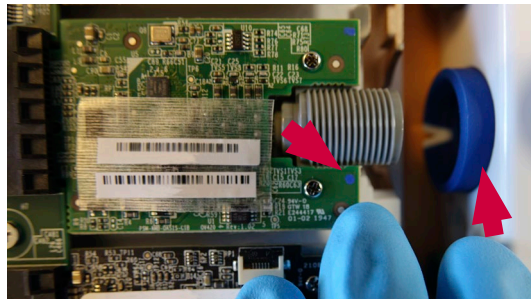

Abbildung 24 Die Farbmarkierung auf der VDI-Karte muss mit dem Farbring übereinstimmen
- f) **Stellen Sie sicher, dass der Farbring auf der rückseitigen Verkleidung dieselbe Farbe hat wie die Anzeige auf der VDI-Karte (Abbildung 24)**
Beim erneuten Anbringen der rückseitigen Verkleidung ist darauf zu achten, dass die farbigen Punkte auf den VDI-Karten (Abbildung 24) mit den Farben der Farbringe, an denen sie angebracht werden, übereinstimmen.